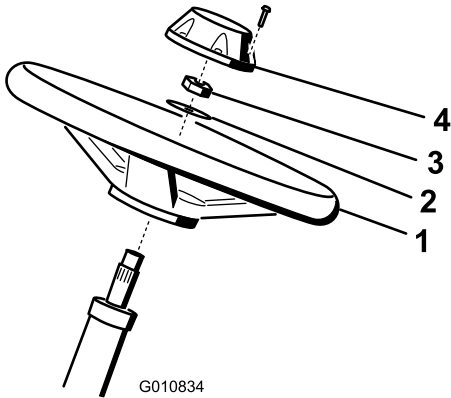

图5
1. 将方向盘滑入转向轴 (图5)。
2. 将垫圈滑入转向轴 (图5)。
3. 使用锁紧螺母将方向盘固定到转向轴上，上紧扭矩至 27~35N·m (图5)。
4. 将中心盖安装到方向盘上，并用 6 个螺栓固定 (图5)。